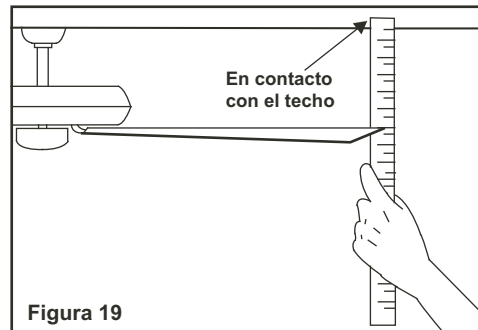

Figura 19
2. La mayoría de los problemas de oscilación se originan cuando los niveles de las aspas son desiguales. Revisar este nivel por medio de seleccionar un punto del techo por encima de la punta de una de las aspas. Medir esta distancia como se muestra en la Figura 19. Rotar el ventilador hasta que la siguiente aspa esté ubicada para medición. procedimiento para cada aspa. Las medi repetir el das hacer fucional deben mantenerse dentro de 1/8 pulgadas (3mm).